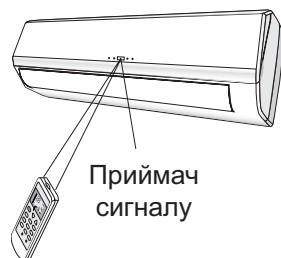

Рис. 5.5
5.3.3 Для впевненої передачі сигналу направляйте пульт безпосередньо на внутрішній блок кондиціонера (рис. 5.5).